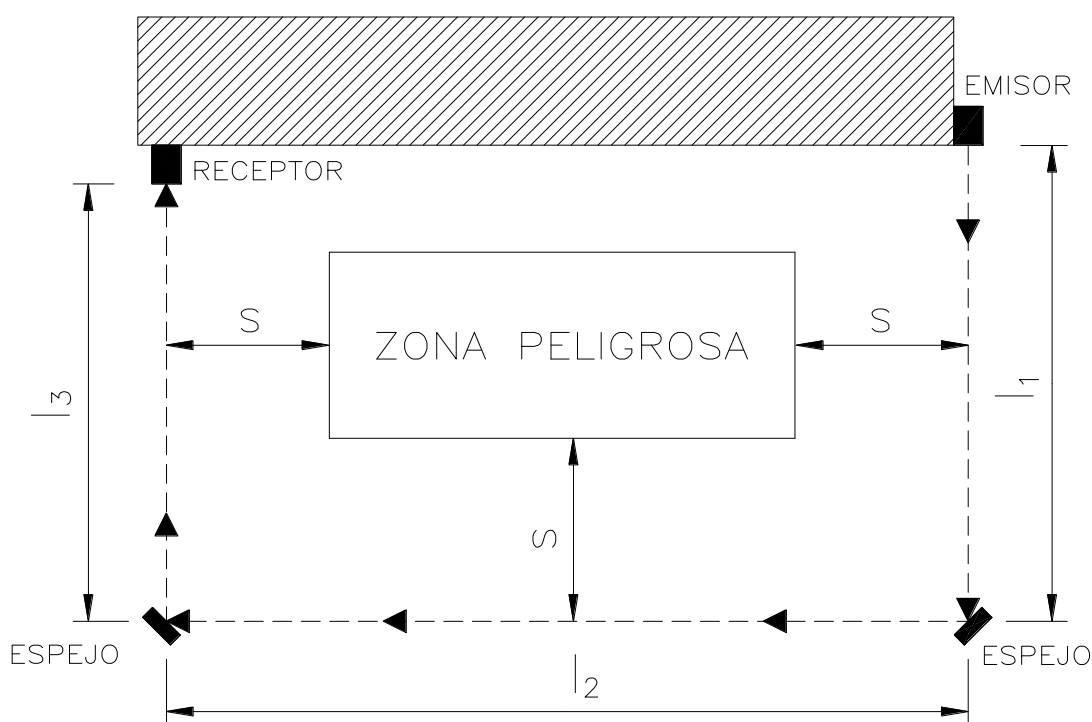

Figura 7 - Espejos de desviación
- Ubicar los espejos de modo tal que la distancia mínima de seguridad **S** (Figura 7) se respete en cada uno de los lados de acceso a la zona peligrosa.